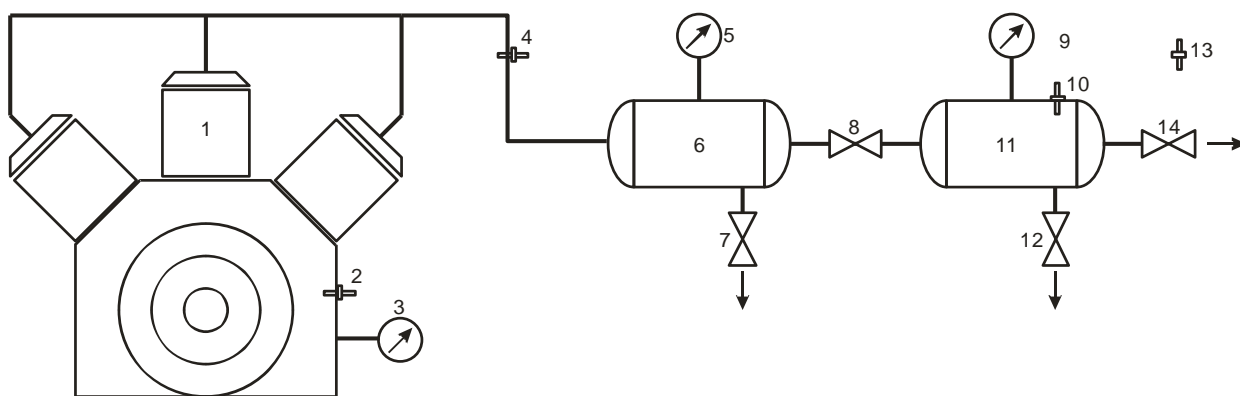

Рисунок 1 – Принципиальная схема стенда для испытания компрессоров
- без противодействия – 20 минут, при этом компрессор непрерывно работает на холостом ходу. Клапаны 8 и 14 (рисунок 1) открыты, воздух выходит в атмосферу;